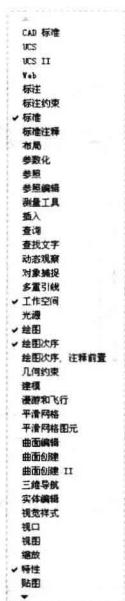

图 1-7 单独的工具栏标签
(1) 设置工具栏。AutoCAD 2013 提供了 50 种工具栏，将光标放在操作界面上方的工具栏区右击，系统会自动打开单独的工具栏标签，如图 1-7 所示。单击某一个未在界面显示的工具栏名，系统自动在界面打开该工具栏；反之，关闭该工具栏。